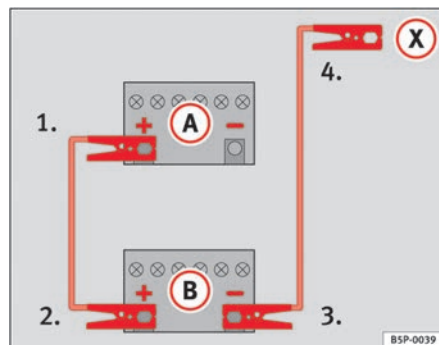

Abb. 197 Schema für das Anklemmen der Starthilfekabel
In ⇒ Abb. 197 ist **(A)** die entladene Batterie und **(B)** die stromgebende Batterie.
- 1. Klemmen Sie ein Ende des roten Starthilfekabels an den Pluspol ⇒ Abb. 197 **(+)** des Fahrzeugs mit der entladene Batterie ⇒ .